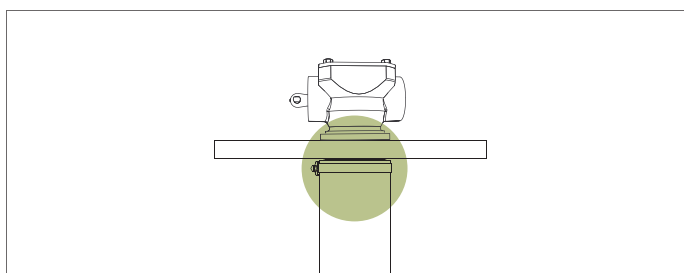

Рис. 56. Установка хомута крепления
14. Зафиксируйте патрубок с помощью хомута крепления. См. рис. 56.